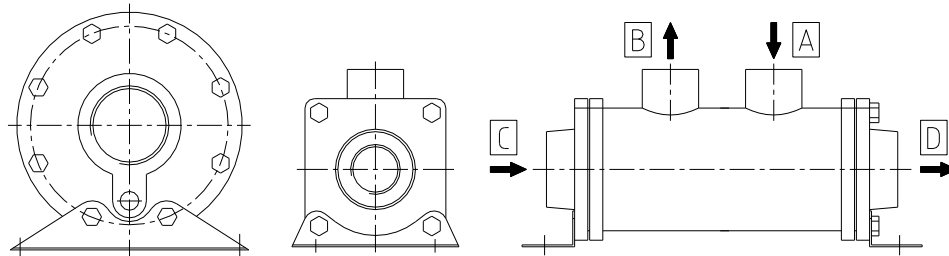

Bild 4: Öl-/Wasserkühler Ausf. TAK „1-Weg“
- Der Öl-/Wasserkühler ist mit Hilfe von Rohrleitungen bzw. Schläuchen an den entsprechenden Stellen (siehe Bild 4 bzw. 5) anzuschließen.